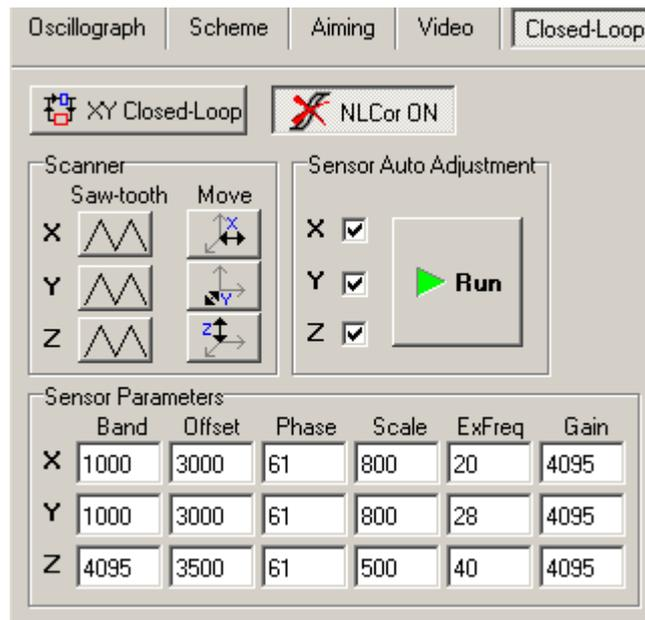

Рис. 2-10. Вкладка **Closed-Loop**
6. Перейдите на вкладку **Closed-Loop** (Рис. 2-10).